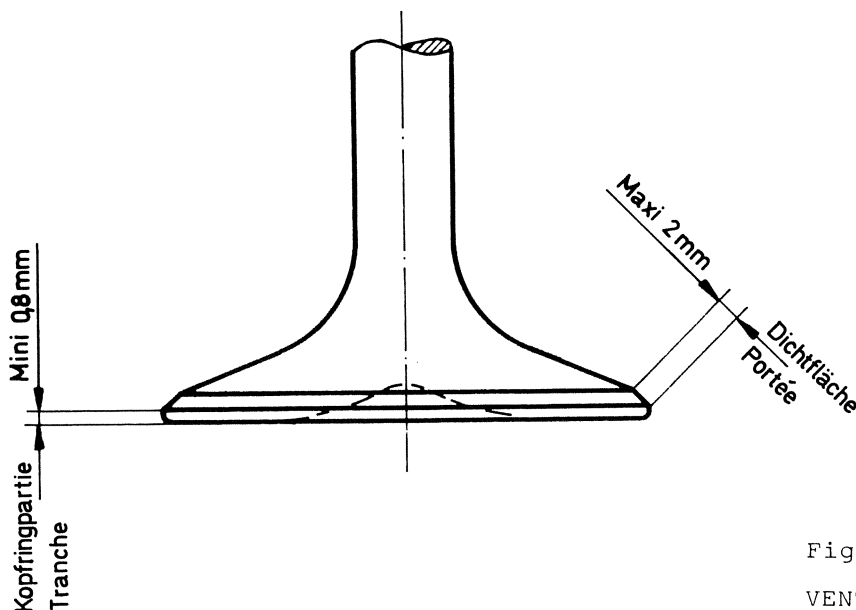

Fig. 10
- Kontrollieren, ob die Dichtfläche noch in gutem Zustande ist und die Kopfringpartie noch genügend breit ist, d.h. min. 0,8 mm (siehe Fig. 10).
- Contrôler que la portée de la soupape est en bon état et la tranche de la tête assez épaisse, c.-à-d. au minimum de 0,8 mm (voir fig.10).